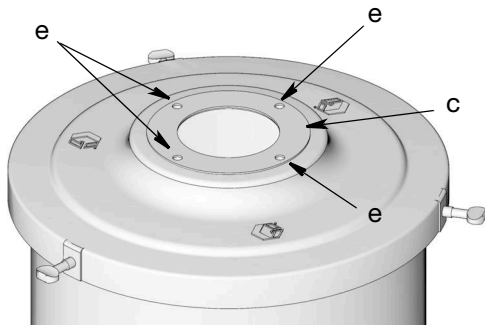

図 7
4. ガスケット (c) がリザーバカバーの上に平坦に置かれ、ガスケットの穴 (e) がカバーの穴に合っていることを確認します (図 7)。